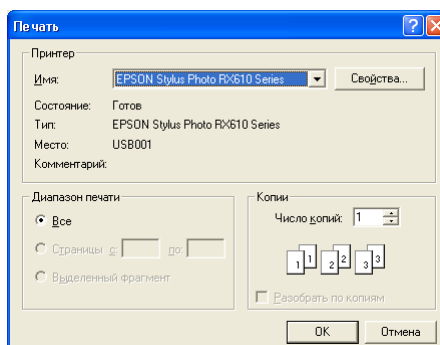

Рисунок 2.10. Диалог выбора принтера для печати.
- используется для получения печатного формуляра, содержащего все параметры настройки прибора. При нажатии кнопки отображается диалог выбора принтера для печати (см. рисунок 2.10)